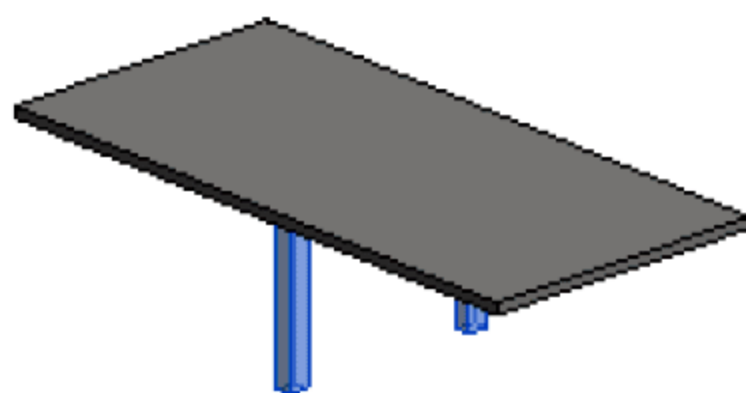

图 8.3.6 支架 B 效果图
(7) 编辑可见性并添加材质。首先，选中支架 B 图元，在“属性”面板中编辑“可见性/图形替换”选项，取消“平面/天花板平面视图”复选框的选择，单击“确定”按钮。其次，添加支架 B 的材质，选择或添加“不锈钢”类型，单击“确定”按钮，如图 8.3.6 所示。